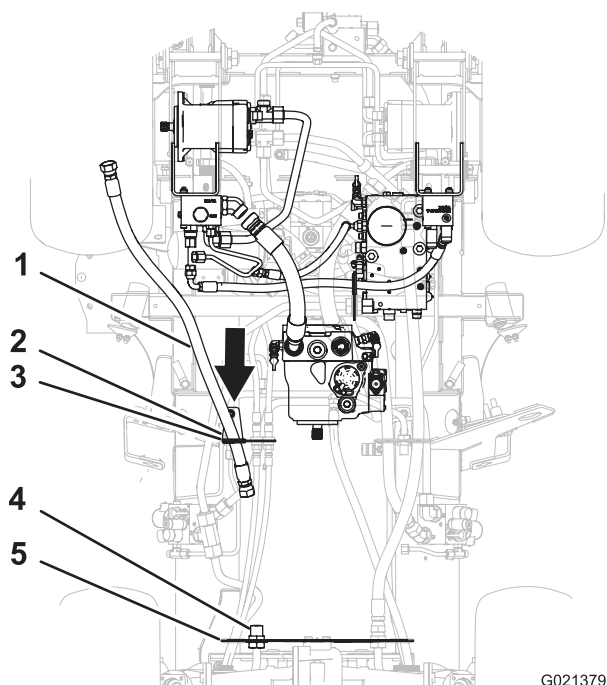

Figura 15
1. Alinhe o encaixe da mangueira de tracção traseira pelo guia protegido da chumaceira de suporte e faça deslizar a mangueira pelo suporte (Figura 15).